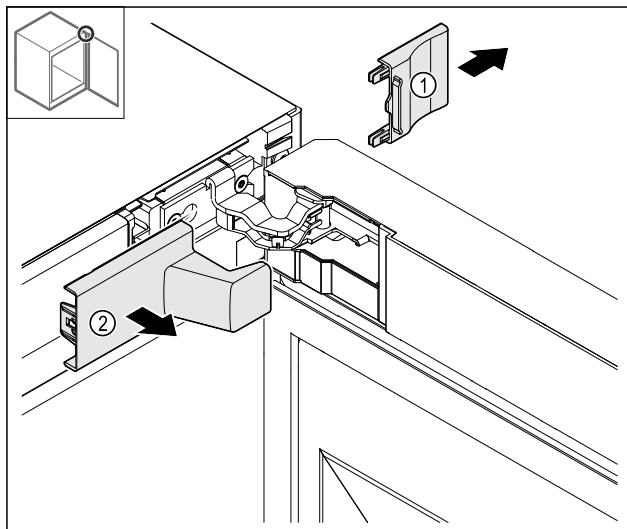

Fig. 13
- Wyjąć osłonę Fig. 13 (1), a następnie Fig. 13 (2).